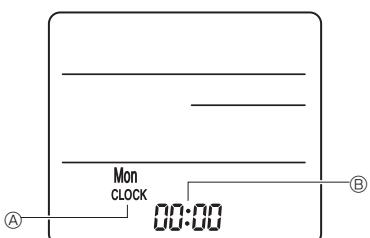

Fig. 6-8
3) Ρύθμιση (Ρύθμιση ρολογιού) (Fig. 6-8)
① Τοποθετήστε τις μπαταρίες ή πατήστε το κουμπί ● CLOCK με ένα μυτερό αντικείμενο.